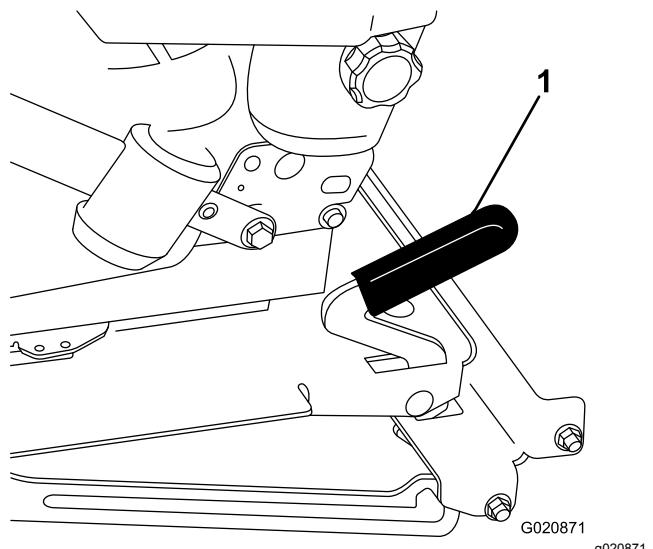

Figura 48
2. Tire del enganche del asiento hacia adelante y levante para desenganchar el asiento (Figura 48).